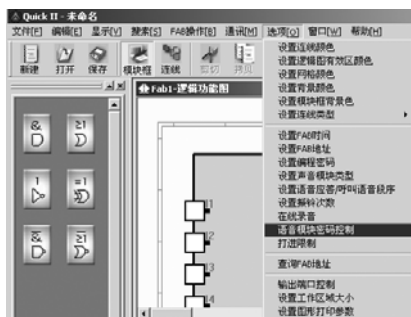

图 5.7-1
1) 建立好下位机和PC机的连接，点击“选项→语音模块密码控制”，如下图 5.7-1 所示：